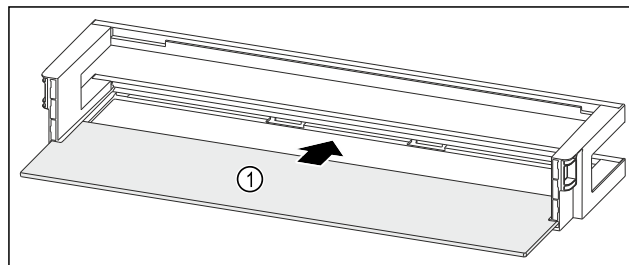

Fig. 98 Дверная полка со съемной полкой
- ▶ Вдвиньте съемную полку Fig. 98 (1) в боковые пазы.